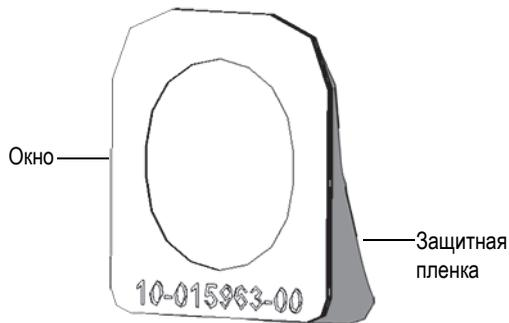

Рис. 4-7 Снятие пленки с подложки
1. Извлеките окно из упаковки и снимите материал подложки (Рис. 4-7 на стр. 66).